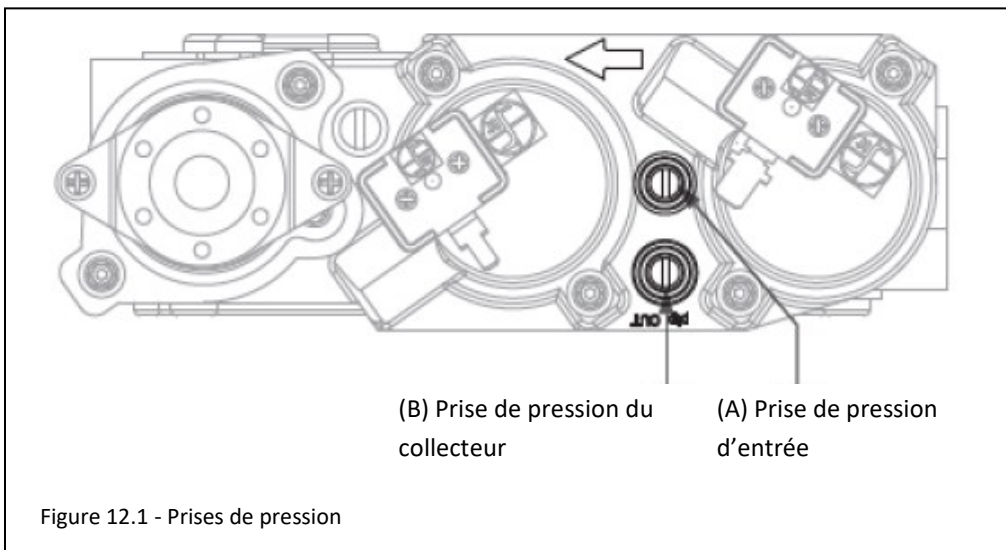

Figure 12.1 - Prises de pression
1. Desserrer la prise de pression d'entrée (IN) en tournant la vis dans le sens inverse des aiguilles d'une montre. Voir (A) À LA FIGURE 12.1.
5. Débranchez le flexible et serrez la prise de pression d'entrée (IN) en tournant la vis dans le sens horaire. La vis doit être serrée. Ne serrez pas trop.
6. Rallumez la veilleuse et le brûleur. Rebranchez ensuite le manomètre sur la prise de pression d'entrée (A) pour vérifier que la prise est complètement étanche. Le manomètre ne doit pas indiquer de pression
2. Desserrez la prise de pression (OUT) du manifold en tournant la vis dans le sens inverse des aiguilles d'une montre. Voir (B) À LA FIGURE 12.1.
7. Fixez le manomètre à la prise de pression du collecteur (B) pour vérifier qu'elle est complètement étanche. Le manomètre ne doit pas indiquer de pression lorsque la veilleuse et le brûleur sont activés.